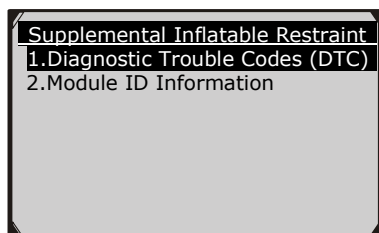

Figura 6.8
- 7) Para revisar los **códigos de diagnóstico (DTC)** o **Módulo de Información ID** guardado en el **inflable de seguridad** suplementario o un sistema de **módulo de control electrónico de frenos**, utilice el botón **ARRIBA / ABAJO** desplácese para seleccionar el elemento deseado. A continuación, pulse el botón **OK** para continuar. (Figura 6.8)